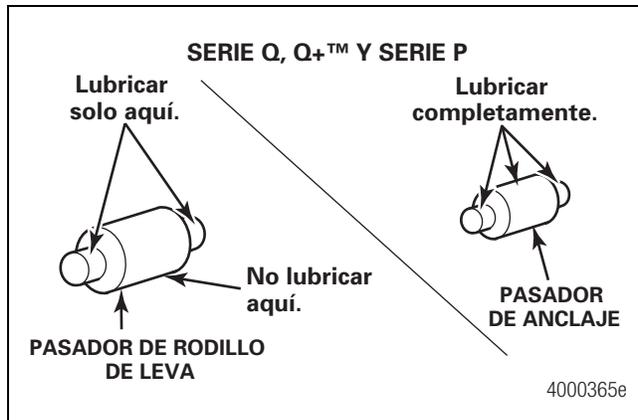

Figura 5.23
1. Lubricar los rodillos de las zapatas y los pasadores de anclaje según se muestra en la Figura 5.23. Usar solo grasa aprobada por Meritor. Consultar en la Sección 7 las especificaciones aprobadas de lubricación.
- Lubricar los rodillos de las zapatas y los pasadores de anclaje según se muestra en la Figura 5.23. Usar solo grasa aprobada por Meritor. Consultar en la Sección 7 las especificaciones aprobadas de lubricación.
- Para la zapata de frenos de la Serie P 16.5X7:** Después de instalar el buje, si es necesario, escariar el diámetro interior (DI) del buje a 1.250-1.257 pulgadas (31.75-31.93 mm) de diámetro (máximo).
- Para las zapatas de frenos Cast+ de 16.5X6 o Cast+ de 16.5X8.62:** Después de instalar el buje, si es necesario, escariar el diámetro interior (DI) del buje a 1.254-1.257 pulgadas (31.85-31.93 mm) de diámetro (máximo).